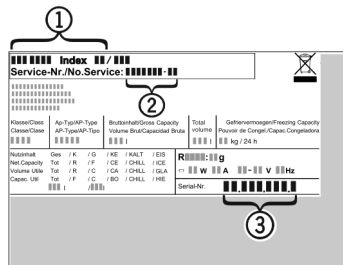

Fig. 13
- ▶ Očitajte naziv uređaja Fig. 13 (1),servisni broj Fig. 13 (2) i serijski broj Fig. 13 (3) s tipske pločice. Tipska pločica nalazi se na lijevoj unutarnjoj strani uređaja.
- ▶ Obavijestite službu za kupce i javite im kvar, naziv uređaja Fig. 13 (1),servisni broj Fig. 13 (2) i serijski broj Fig. 13 (3).